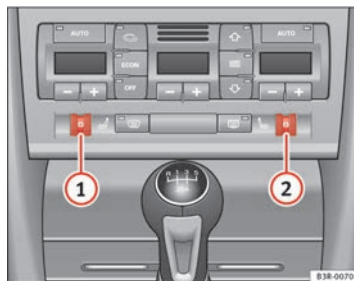

Fig. 135 Détail de la planche de bord : molettes de réglage du chauffage des sièges
Tournez la molette ① ou ② → fig. 135 pour mettre en circuit et régler le chauffage du siège du conducteur ou du passager avant.